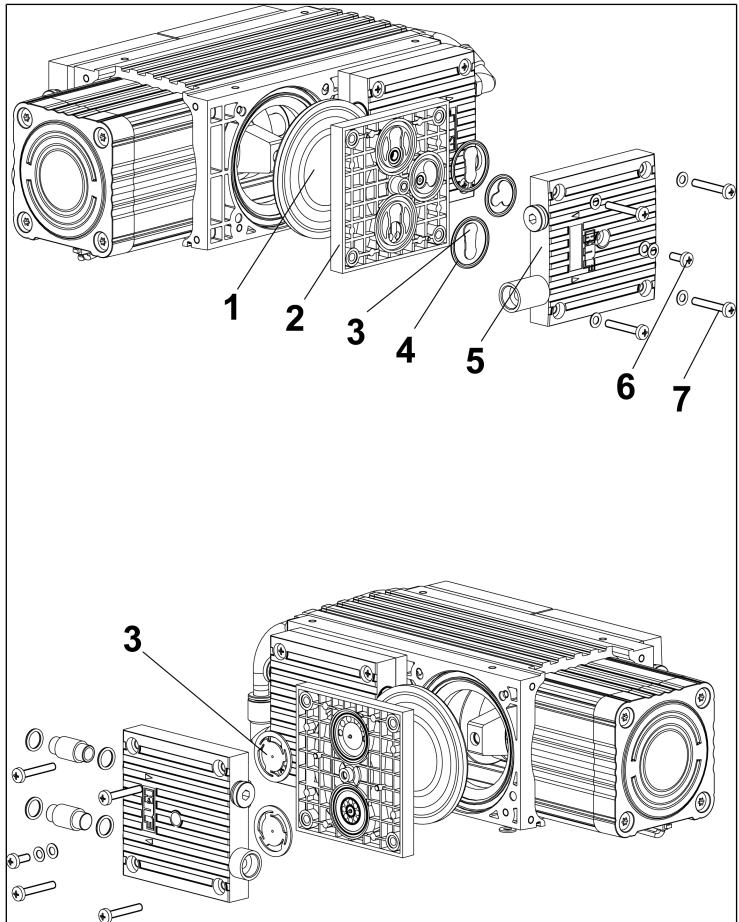

Abb.7: Explosionszeichnung
**siehe Abb. 7
7. Lösen Sie die äußeren 8 Befestigungsschrauben (7/Abb. 7) der Köpfe (1 und 2) und nehmen Sie die Köpfe (1 und 2) ab.
4. Setzen Sie die Köpfe 1 und 2 auf das Kompressorgehäuse auf und ziehen Sie die Befestigungsschrauben (7/Abb. 7) über Kreuz handfest an (Anziehdrehmoment: 3,5 Nm).